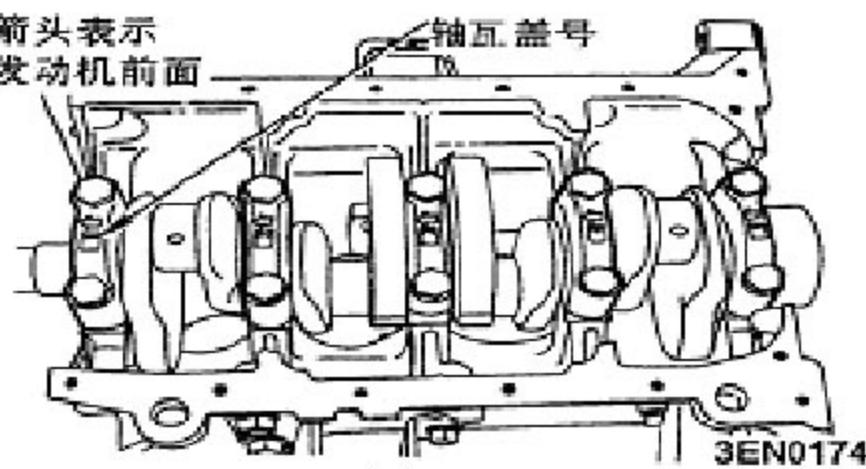

图 3-66
A). 如图 3-66，在每个轴承盖的表面上有轴承盖号和一个箭头，从正时皮带侧开始，依号数次序安装轴承盖，箭头必须指向正时皮带侧。